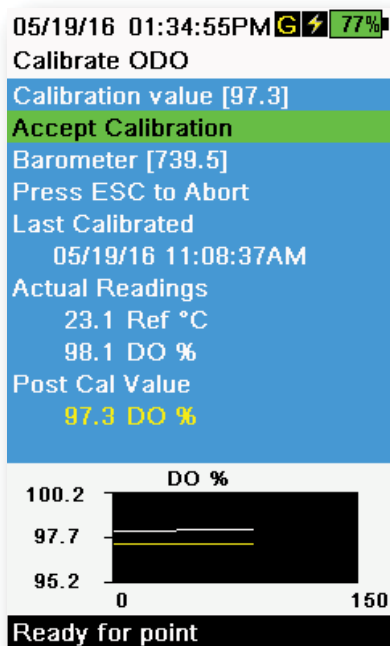

Abbildung 51 ODO% kalibrieren
6. Überwachen Sie die tatsächlichen Messwerte auf Stabilität (weiße Linie im Diagramm weist innerhalb von 40 Sekunden keine wesentliche Änderung auf.) Erst dann bestätigen Sie mit **Kalibrierung akzeptieren** (Abbildung 51). Im Nachrichtenbereich wird „Kalibrierung erfolgreich!“ angezeigt.